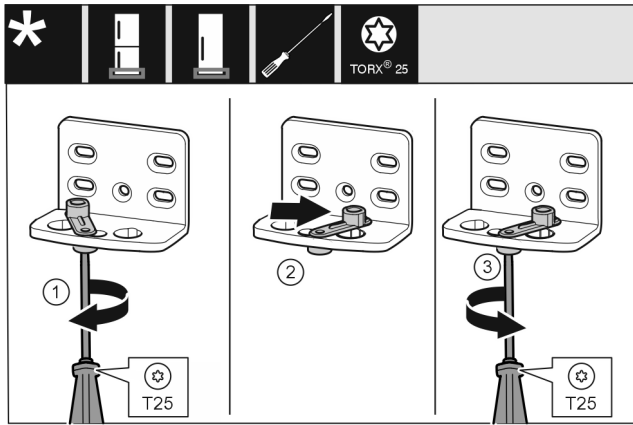

Fig. 13
- ▶ Tekerje lazára a csavart a T25 csavarhúzóval. Fig. 13 (1)
- ▶ Emelje meg az ajtó záródását segítő egységet, és 90°-kal jobbra forgotva helyezze a furatba. Fig. 13 (2)
- ▶ Húzza meg a csavart a T25 csavarhúzóval. Fig. 13 (3)